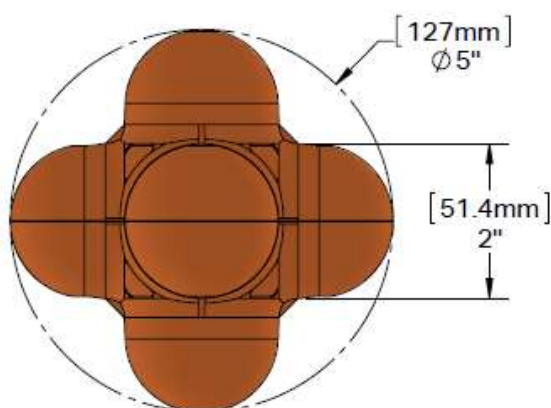

Рисунок 4. Соревновательный элемент – «Урожай»
7. «Урожай» – **оранжевый или синий пластиковый объект**, состоящий из шести выпуклостей, проходящих от общего центра, с **общим диаметром 127 мм**. Каждый объект весит около 86 г. (см. Рисунок 4)